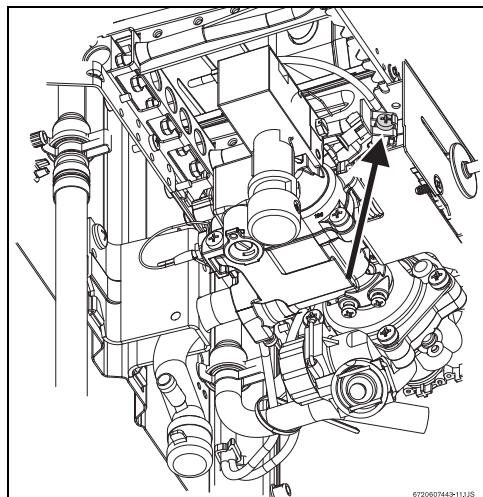

Fig. 14 Vite per regolazione della pressione minima
- ▶ Regolare la pressione mediante la vite (Fig. 14) attenendosi ai dati di pressione esposti nella tabella 7.